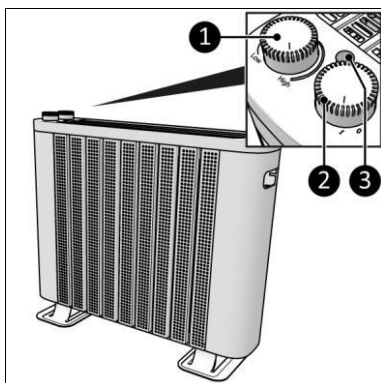

Figura 6
1. Rotiți butonul ON/OFF (PORNIT/OPRIT) în poziția OFF (Oprit) (Figura 6, poz. 2).
2. Indicatorul luminos (Figura 6, poz. 3) începe să lumineze intermitent.
3. Rotiți butonul termostat în poziția OFF (Oprit) (Figura 6, poz. 1).